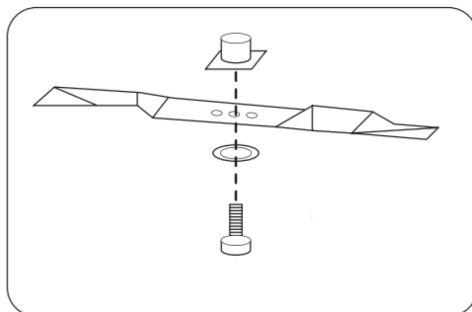

Рис.23
- 3.Удерживая нож рукой, открутите болт крепления ножа гаечным ключом (в комплект не входит) (рис. 23).